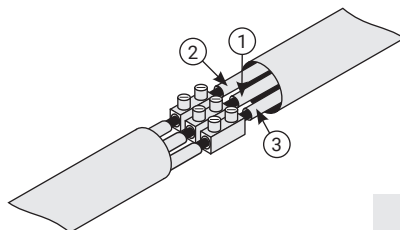

Рис.14
4.3.7. Провод заземления имеет желтый или желто-зеленый цвет и желтый клеммник (рис. 14 «3») фаза (L) - черный цвет и черный клеммник (рис. 14 «3»), ноль (N) - синий цвет и синий клеммник (рис. 14 «2»).